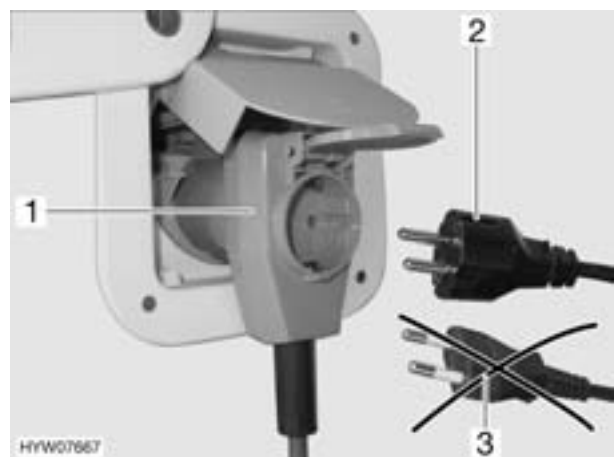

Bild 114 Anschluss an eine Winkelkupplung mit Steckdose
- ▶ Bei Verwendung einer CEE 17 Winkelkupplung mit rückseitig eingebauter Steckdose (Bild 114,1) nur einen gummierten und versiegelten IP 44 Stecker mit Schutzkontakt (Bild 114,2) verwenden. Keine Stecker ohne Schutzkontakt (Bild 114,3) verwenden. Gefahr eines Stromschlages!